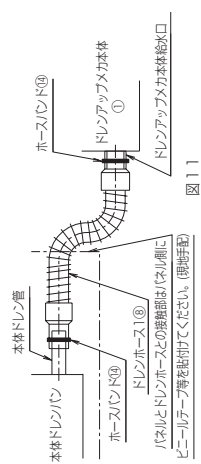

図11
- 本体ドレン管と、ドレンアップメカ本体①のドレン排水口をドレンホース①③にて接続してください。…図11
- 接続口は、ホースバンド④にて固定(2カ所)してください。(ホースバンド④のネジ部分は、上にして固定してください。)